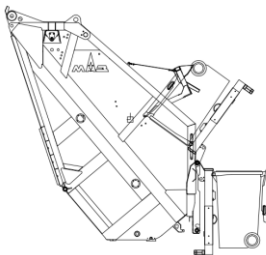

Рисунок 4.4.2 - Вместимость контейнера 0,12...0,8 м³
- вместимостью от 0,12 до 0,8 м³ - гребенчатым захватом, за переднюю стенку контейнера (Рисунок 4.4.2);